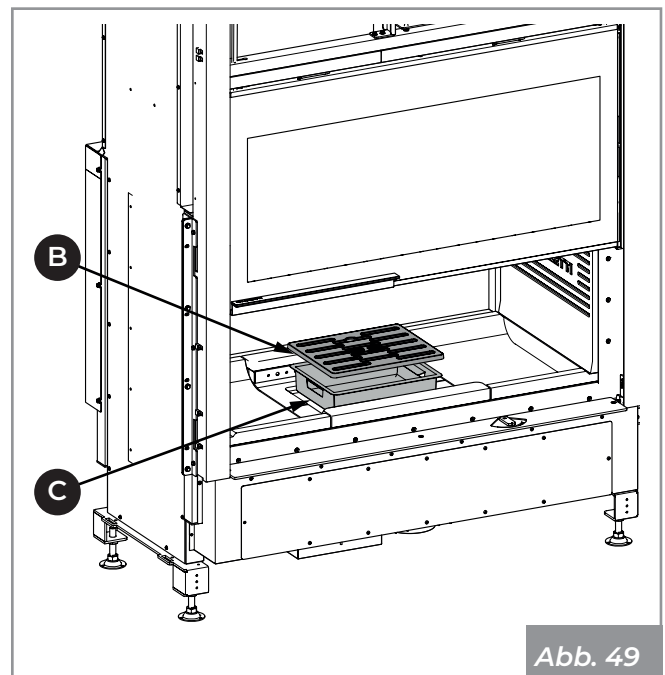

Abb. 49
- 2) Erheben und entnehmen Sie das Gitter (B) und die Aschelade (C) (Abb. 49).